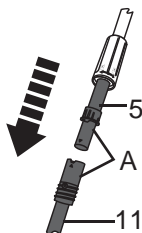

Fig.5
- > Alignez la partie supérieure du tube [5] avec la partie inférieure [11]. Les encoches en forme de triangles [A] doivent être parfaitement alignées (Fig.5).